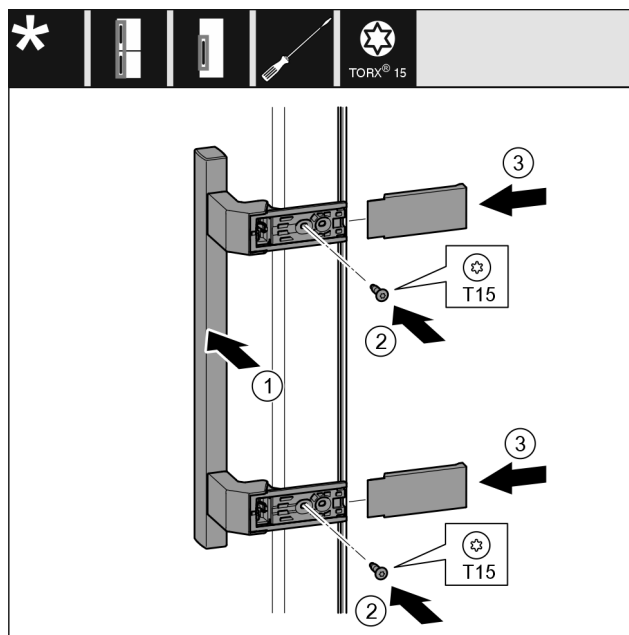

Fig. 22
- ▶ 将把手 Fig. 22 (1) 放到反面。
- ▶ 将螺钉 Fig. 22 (2) 用螺丝刀拧紧。
- ▶ 将盖板 Fig. 22 (3) 放置到侧面并插入。